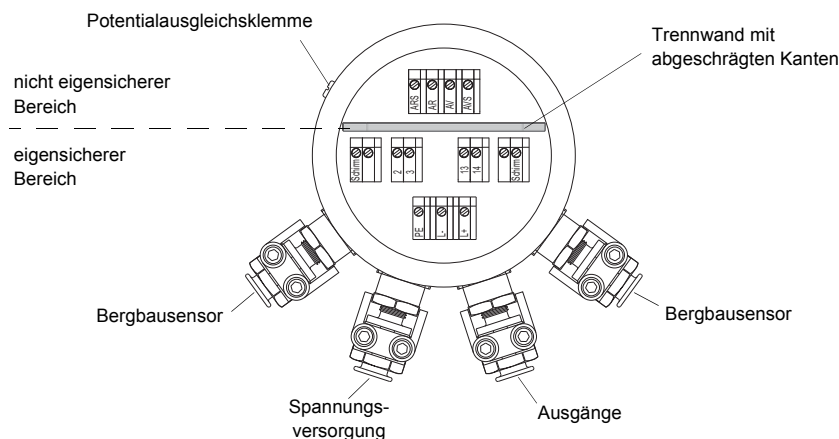

Abb. 8.2: Anschlüsse des Messumformers
- Entfernen Sie die Bergbaukabelverschraubung M16 für den Anschluss der Sensoren (siehe Abb. 8.2).
Die äußere Schutzterde wird an die Potentialausgleichsklemme am Gehäuse des Messumformers angeschlossen (siehe Abb. 8.2).